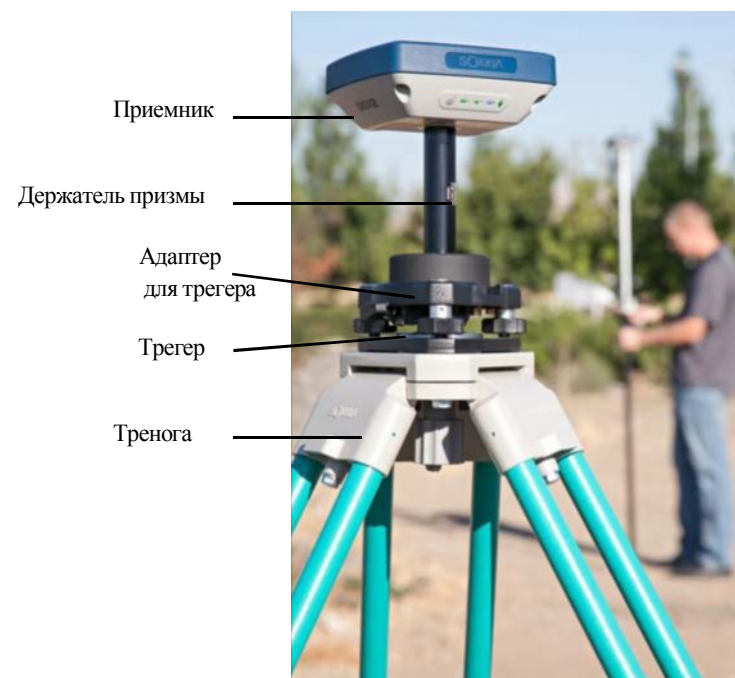

Рис. 16: Базовый приемник
1. Установите приемник на треноге с трегером, адаптером для трегера и держателем призмы, как показано на Рис. 16.